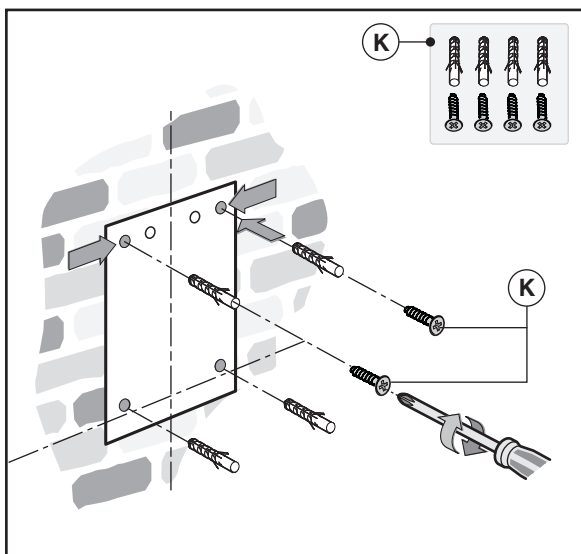

Fig.5
- Repérez et percez les trous de fixation (Fig.5).
- Fixez les 2 vis supérieures **K** sans serrer à fond et les chevilles expansives (Fig.5).